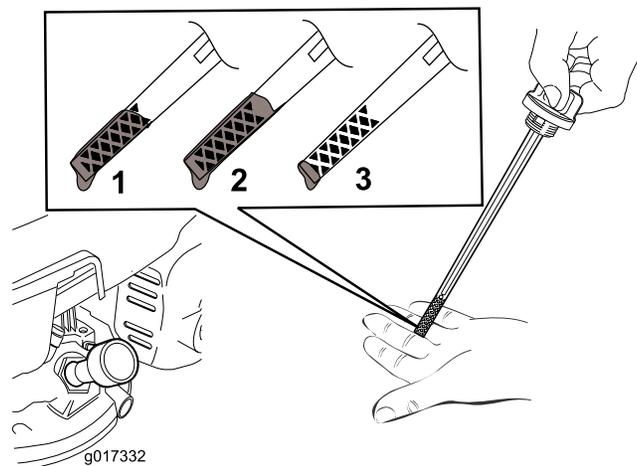

図 7
2. ディップスティックを外す 図 7。
注 ディップスティックで量を確認しながら 図 7 に示される適正量までオイルを入れる。オイルを入れすぎてしまった場合には、エンジンオイルの交換 \(ページ 15\)の項に従って余分なオイルを抜き取ってください。